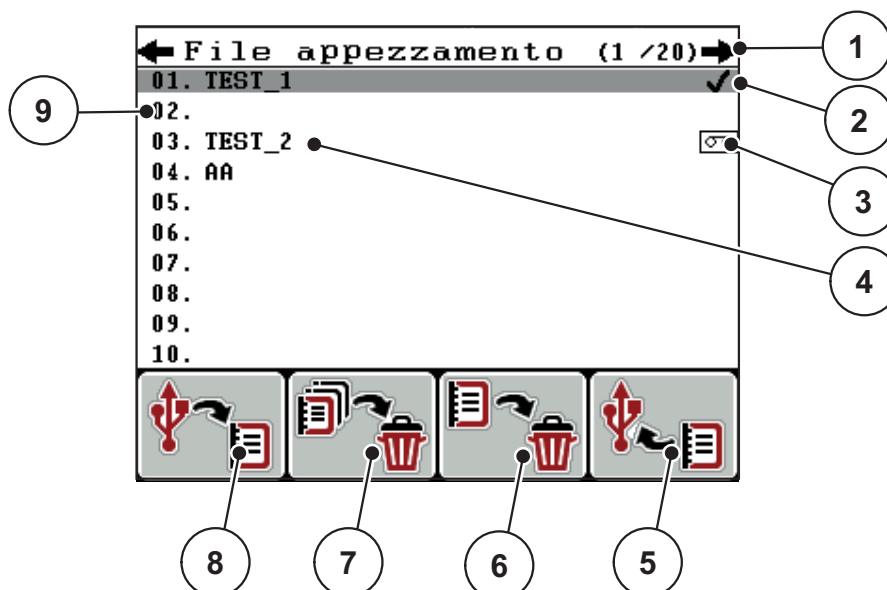

Figura 4.22: Menu File appezzamento
2. Premere il tasto funzione **F1** (vedere figura 4.22).
2. Premere il tasto funzione **F4** (vedere figura 4.22).
3. Premere il tasto funzione **F3** sotto il simbolo **Cancella** (vedere figura 4.22).
2. Premere il tasto funzione **F2** sotto il simbolo **Cancella tutti** (vedere figura 4.22).